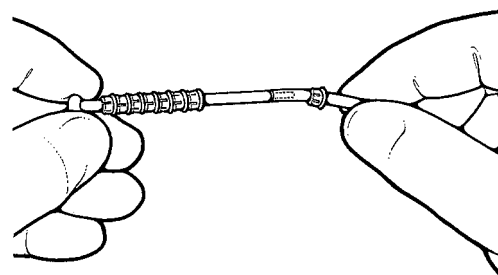

Figura 4-19a. Anello di serraggio sul tubo
4. Far scorrere l'anello di serraggio nel tubo (**Figura 4-19a**), assicurandosi che i dentini relativi siano rivolti verso l'estremità del tubo.